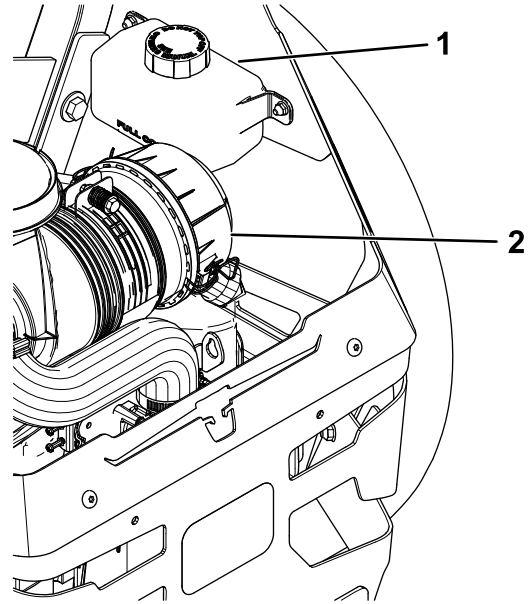

Figura 79
2. Compruebe el depósito de expansión y si es necesario, añada fluido hidráulico Toro® HYPR-OIL™ 500 hasta la línea FULL COLD (Figura 79).